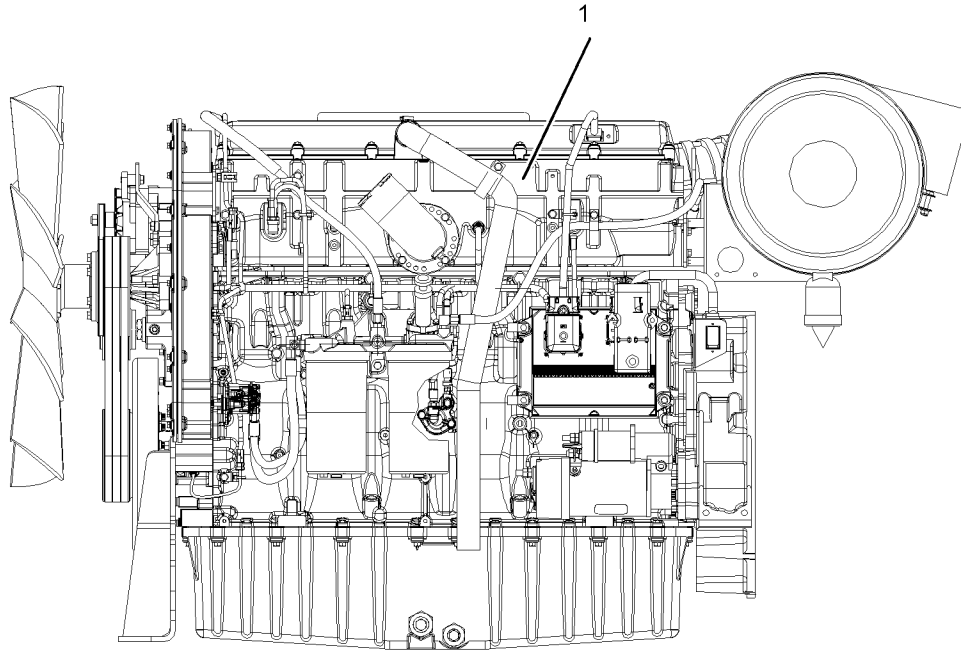

Abbildung 2
Das Schild 'Generelle Warnung' (1) befindet an beiden Seiten des Motors. Siehe Abbildung 2.